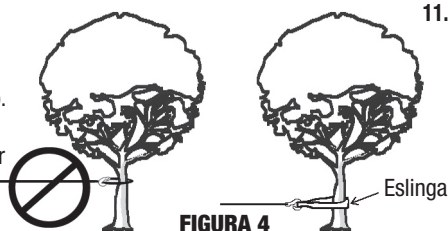

FIGURA 4
8. NUNCA UTILICE EL CABRESTANTE CON MENOS DE CINCO (5) VUELTAS DE CABLE DE ACERO ALREDEDOR DEL TAMBOR DEL CABRESTANTE, ya que es posible que el pasador en el extremo del cable de acero NO aguante la carga completa.
10. NUNCA ENGANCHE EL CABLE DE ACERO EN DICHO CABLE. Esto dañará el cable de acero. Utilice una eslinga de cabrestante, un protector de árbol u otro accesorio recomendado para este tipo de conexión. (FIGURA 4)